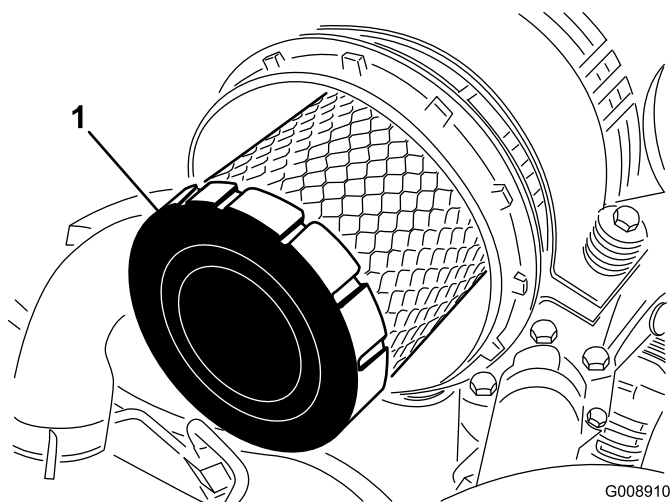

Figura 46
4. Retire e substitua o filtro primário (Figura 46).